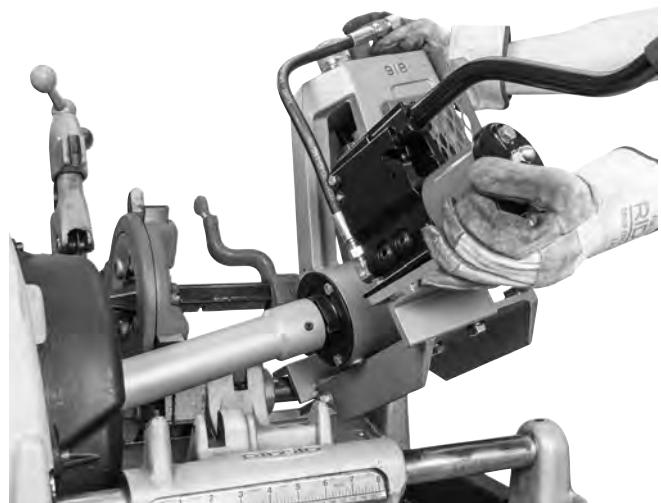

Figure 9 – Rainureuse à galets 918 sur embase de fileteuse N° 535
4. Avec l'extrémité de l'arbre de transmission dans le mandrin de la fileteuse, positionnez l'encoche côté stabilisateur de l'embase sur le rail de chariot arrière, puis descendez la pompe sur le rail de chariot avant (Figure 9).